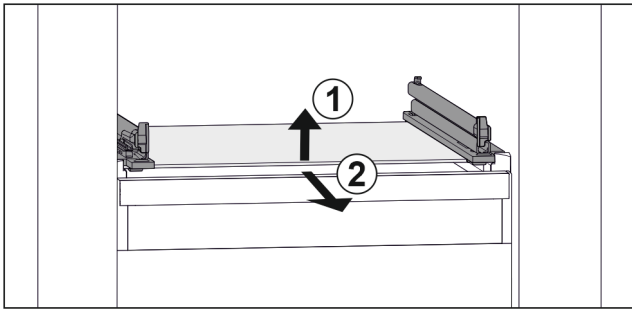

Fig. 65 Примерно изображение на стъклената плоча
- ▶ Повдигнете стъклената плоча отпред. Fig. 65 (1)
- ▶ Извадете стъклената плоча напред. Fig. 65 (2)